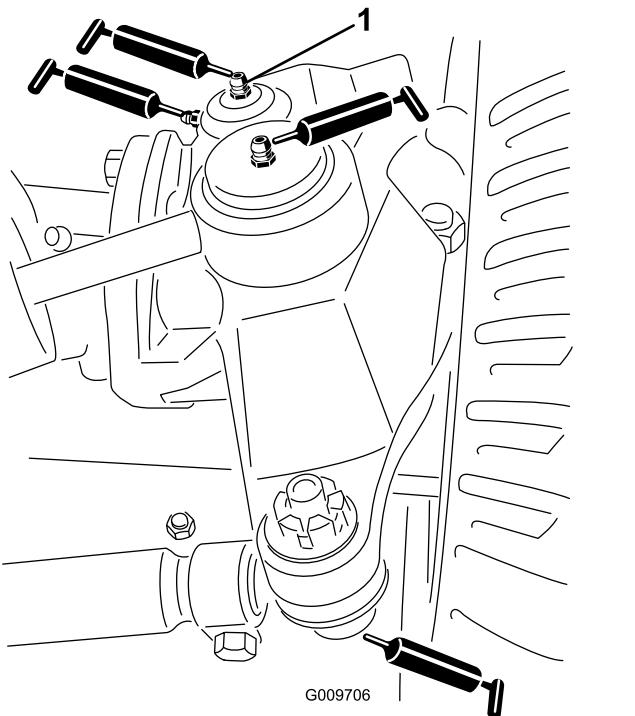

Bild 45
- Lenkzylinder-Kugelgelenke (2), wie in Bild 45 abgebildet